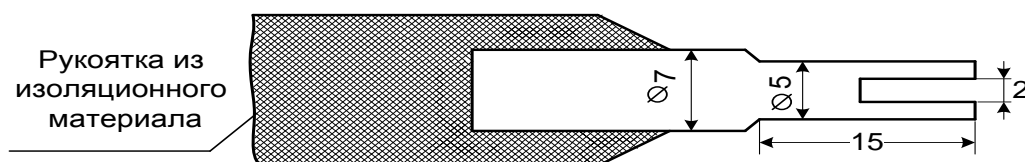

Рисунок 4. Приспособление для регулировки пружин контактных автопереключателя
7.6.5. Регулировка пружин контактных колодок автопереключателя (при необходимости) производится при выключенном положении курбельного контакта и при отсутствии ножей между контактными пружинами специальным ключом (см. рис. 4), следующим образом: